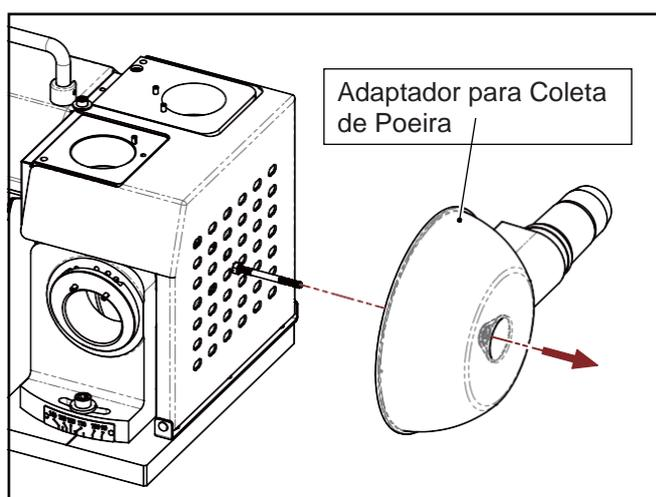

Fig. 4-2
2. Alinhe o furo no centro do adaptador para coleta de poeira com a haste rosqueada. Empurre o adaptador para coleta de poeira até a extremidade. (Fig. 4-2)